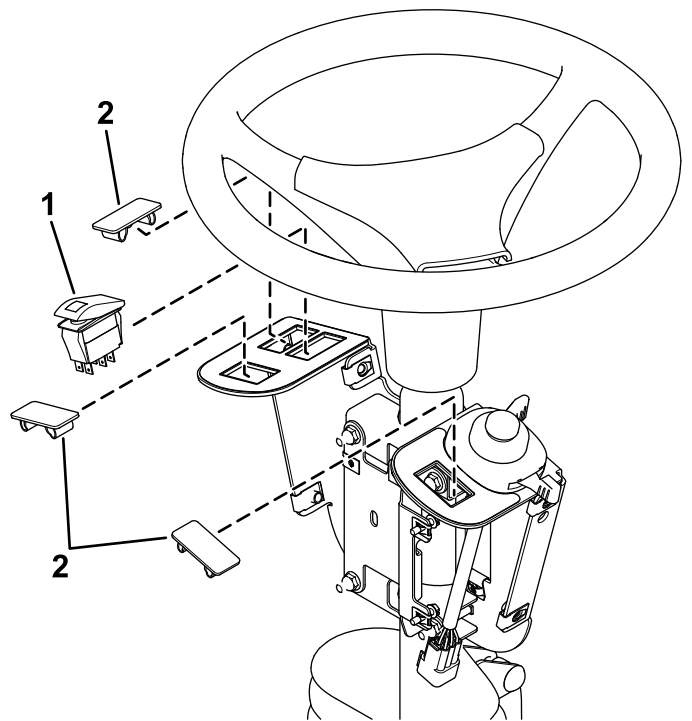

Bild 6
3. Montieren Sie den Kippschalter und die Lochblenden in die Schalterhalterung (**Bild 6**).